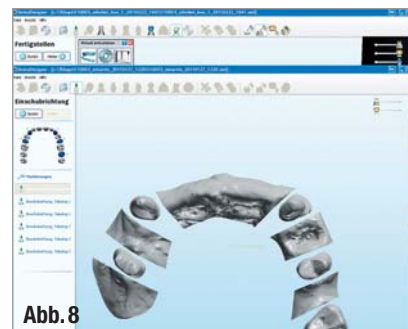
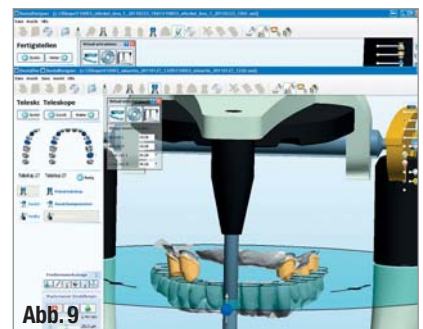

Abb. 8
Abb. 9
Der Datentransfer in die Software DentalDesigner ist dank einer eigenen Importfunktion problemlos über E-Mail, USB-Stick oder CD möglich. Da die beiden Komponenten – Lava C.O.S. und DentalDesigner – von den Unternehmen genauestens aufeinander abgestimmt wurden, ist ein reibungsloser Ablauf bei diesem Schritt sichergestellt. Im DentalDesigner wurden die Primärkronen digital konstruiert. Hierzu erfolgte zunächst die Festlegung der Einschubrichtung (Abb. 8). Danach generierte die Software einen Konstruktionsvorschlag für die fünf Kappchen, der im virtuellen Artikulator noch einmal überprüft wurde (Abb. 9).
- ▲ **Abb. 8:** Festlegen der Einschubrichtung im DentalDesigner. ▲ **Abb. 9:** Die Primärkronen im virtuellen Artikulator.